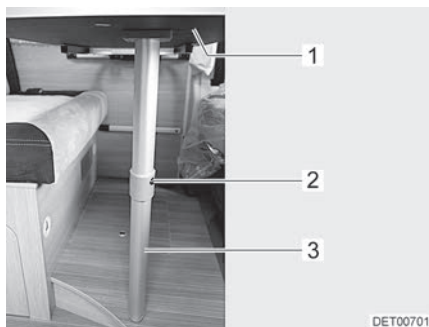

Fig. 84 Struttura di supporto letto
- Sollevare leggermente il piano del tavolo (Fig. 84,1) in avanti.
- Premere il bottone di sbloccaggio (Fig. 84,2) e ribaltare di 90° all'indietro la parte inferiore del supporto snodabile (Fig. 84,3).